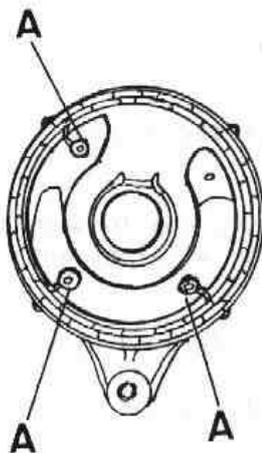

Fig. N-5 Fijación de las tres conexiones finales del arrollamiento (estator)
- 4.4. Instalar el arrollamiento sobre el soporte, fijando las tres conexiones finales de éste, A (Fig. N-5) a sus tornillos correspondientes, por medio de sus arandelas y tuercas.